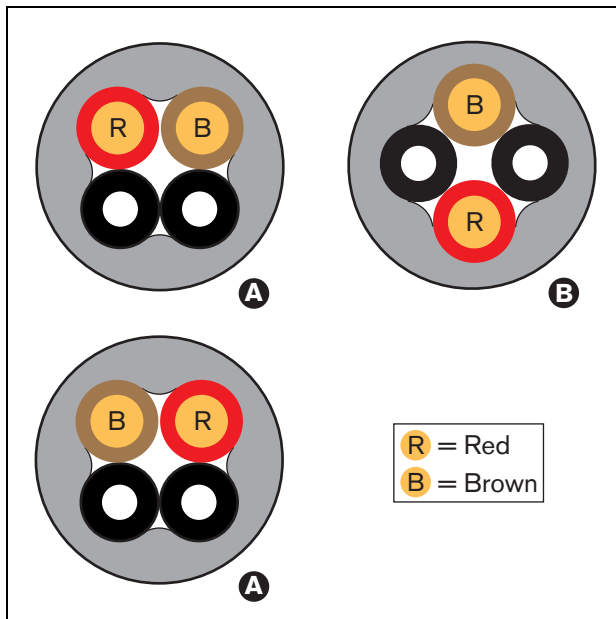

Abbildung 29.5: Kabeltypen
- Kabel des Typs A: Die Glasfasern sind nebeneinander angeordnet (siehe Abbildung 29.5, in dem beide Kabelenden zu sehen sind).
- Kabel des Typs B: Die Glasfasern sind gegenüberliegend angeordnet (siehe Abbildung 29.5, beide Kabelenden sind identisch).